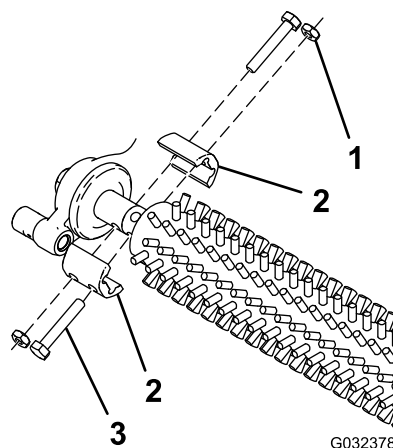

Figura 10
3. Utilizzate i 4 bulloni, i controdati e i serratubi dell'albero rimossi in precedenza per fissare la spazzola per grooming su entrambi i lati della macchina (Figura 10).